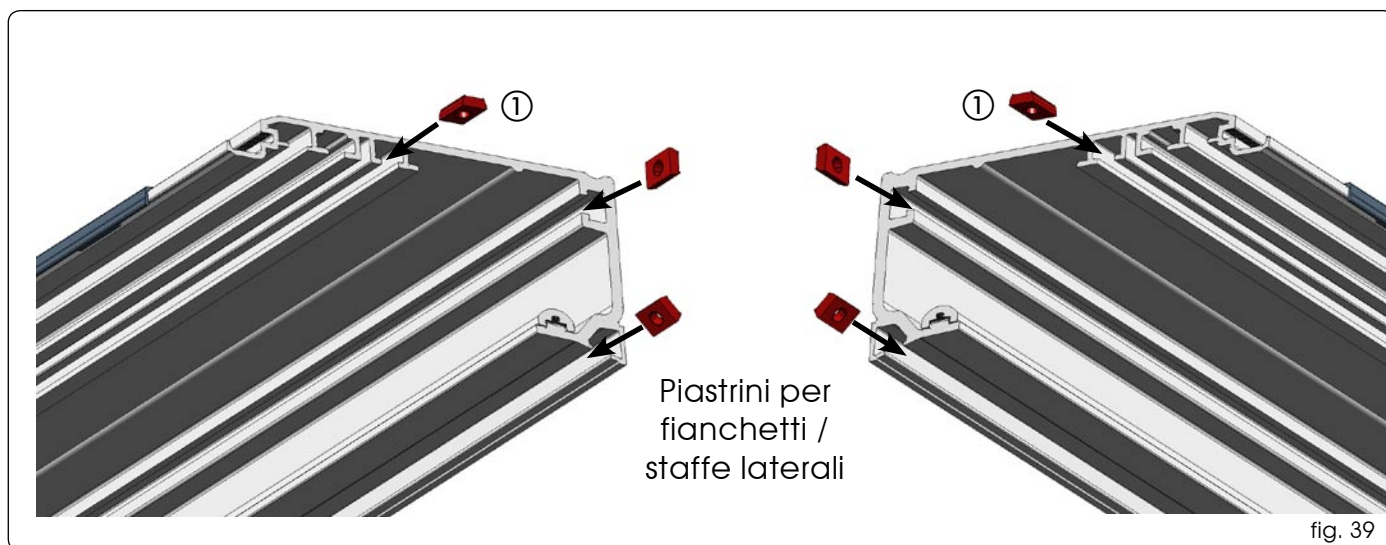

fig. 39
Per il montaggio dei fianchetti predisporre 7 piastrini sul profilo di sostegno per il montaggio dei fianchetti laterali e della staffa centrale (per profili maggiori di 3 metri) (fig. 39).
Nel caso non si vogliono montare i fianchetti laterali occorre montare 3 staffe di fissaggio carter, due laterali e una centrale (per profili maggiori di 3 metri), inserendo al posto dei 3 piastrini laterali solamente uno come indicato in fig. 39 rif. ①.